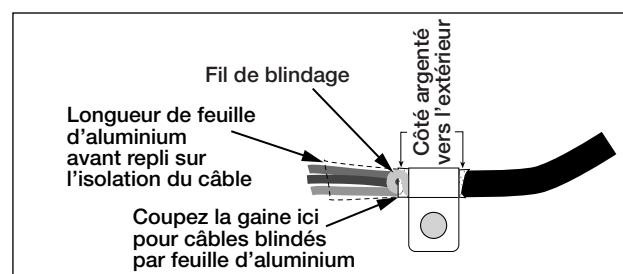
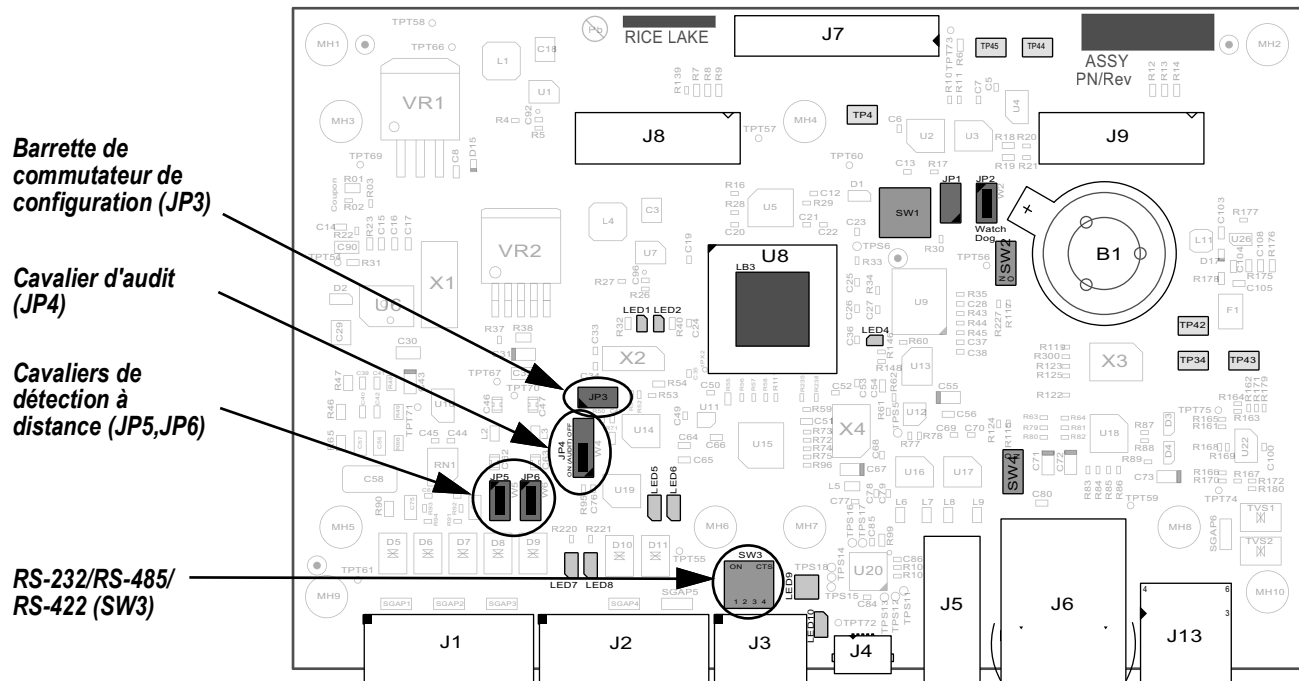

Figure 2-4. Câble isolé à feuillard
Figure 2-9. Carte UC pour unité 882D
Une balance à convoyeur doit être équipée d'un encodeur (« capteur de vitesse ») qui détecte avec précision la vitesse de la bande transporteuse et sa distance de déplacement lorsqu'elle est vide ou chargée. Le connecteur J13 transmet l'entrée d'impulsions du capteur de vitesse à l'unité 882D. Pour brancher le câble à partir de l'encodeur, acheminez le câble vers le connecteur J13 (Figure 2-9, page 19). Le connecteur du câble est inclus dans le kit de pièces. Branchez le câble sur le connecteur comme indiqué dans la Figure 2-4. Les broches 4, 5 et 6 représentent le niveau supérieur du connecteur et constituent le canal d'entrée d'impulsions principal (Entrée 1). Les broches 1, 2 et 3 représentent le niveau inférieur du connecteur et constituent le canal d'entrée d'impulsions secondaire (Entrée 2).
Le connecteur J2 du port d'E/S numériques (Figure 2-9, page 19) est conçu pour être connecté aux entrées et aux sorties numériques.
Le connecteur J3 (Figure 2-9, page 19) est destiné à assurer un point de connexion pour les communications série à deux câbles
**REMARQUE :** Pour l'interface RS-232, les quatre commutateurs SW3 (Figure 2-9, page 19) doivent être en position OFF. Pour l'interface RS-485/RS-422, les quatre commutateurs SW3 doivent être en position ON.
Le port de périphérique USB, le connecteur micro USB J4 (Figure 2-9, page 19), doit être raccordé à un PC (ordinateur) uniquement. Il apparaît comme un port COM virtuel et a la désignation « COMx ». Les applications communiquent via le port comme avec un port de communication RS-232 standard.
L'unité 882D est connectée au réseau Ethernet par le protocole de communication TCP/IP 10Base-T/100Base-TX via le connecteur RJ45 standard, J6 (Figure 2-9, page 19). Il peut prendre en charge deux connexions simultanées, l'une comme serveur, l'autre comme client.